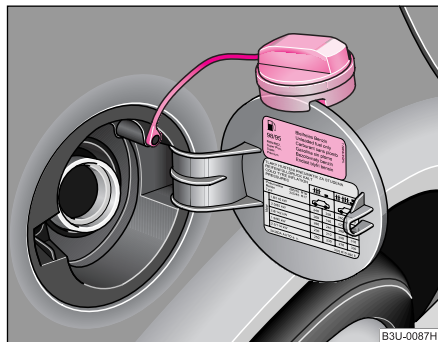

Fig. 156 Clapeta rezervorului cu capacul deschis.
Există mai multe tipuri de benzină. Citiți manualul „Date tehnice”, pentru a afla ce tipuri de benzină se potrivesc autovehiculului dumneavoastră. Aceleași informații le veți găsi și pe partea interioară a capacului rezervorului de benzină ♥ pagina 208, fig. 156.
- Prindeți capacul rezervorului pe marginea de sus a clapetei ♥ fig. 156.